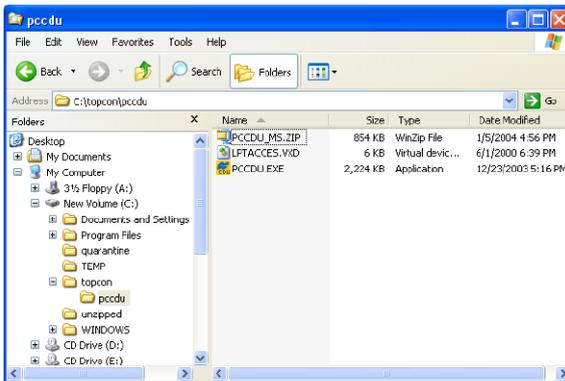

Figura 2-1. Extracción del programa y creación de acceso directo
3. Extraiga PCCDU.EXE y el archivo *.dll asociado en la carpeta PC-CDU (Figura 2-1).
4. Cree un acceso directo en el escritorio del ordenador para poder acceder rápidamente a PC-CDU (Figura 2-1).